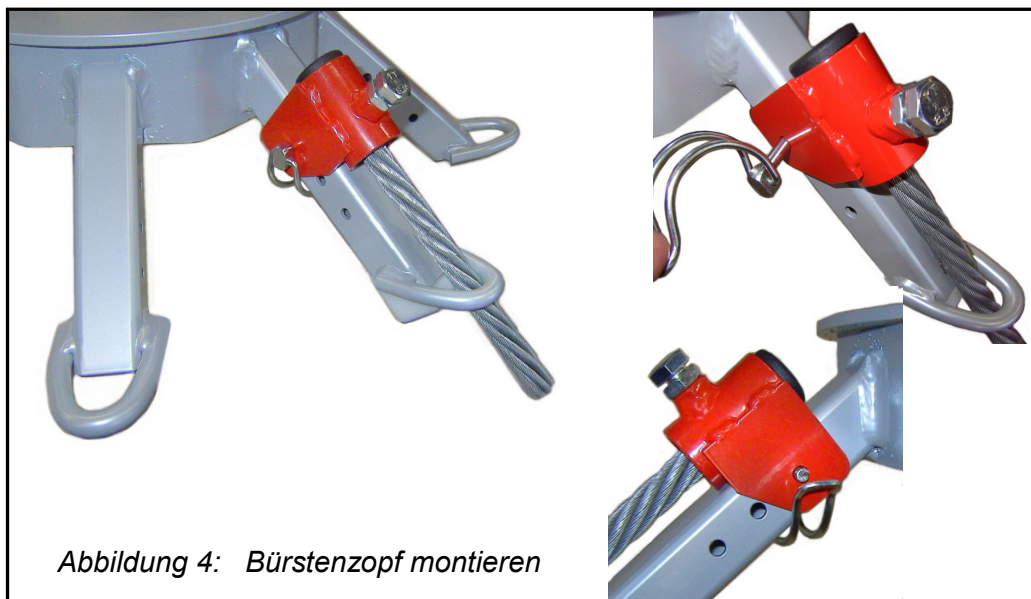

Abbildung 4: Bürstenzopf montieren
- ⇒ Führen Sie das Zopfende gemäß Abb. 4 durch die Fangöse am Ende eines Bürstenarmes.